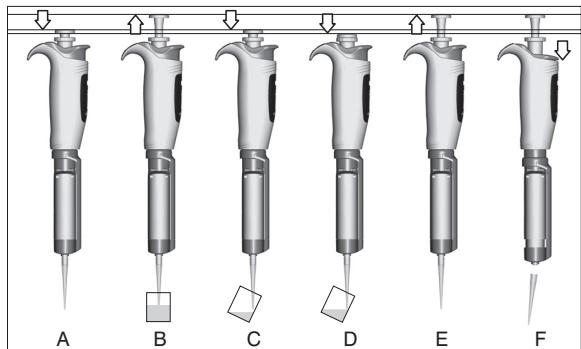

Fig. 4
- Espere cerca de 1s antes de retirar as ponteiras da amostra aspirada, fig. 4.